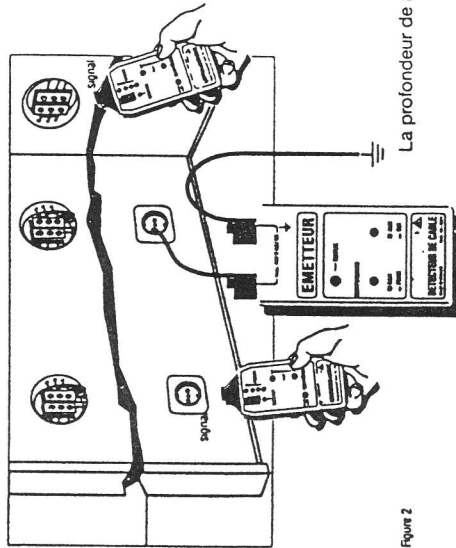

Figure 2
- 3) Connecter l'émetteur à la phase et au neutre selon Figure 2.